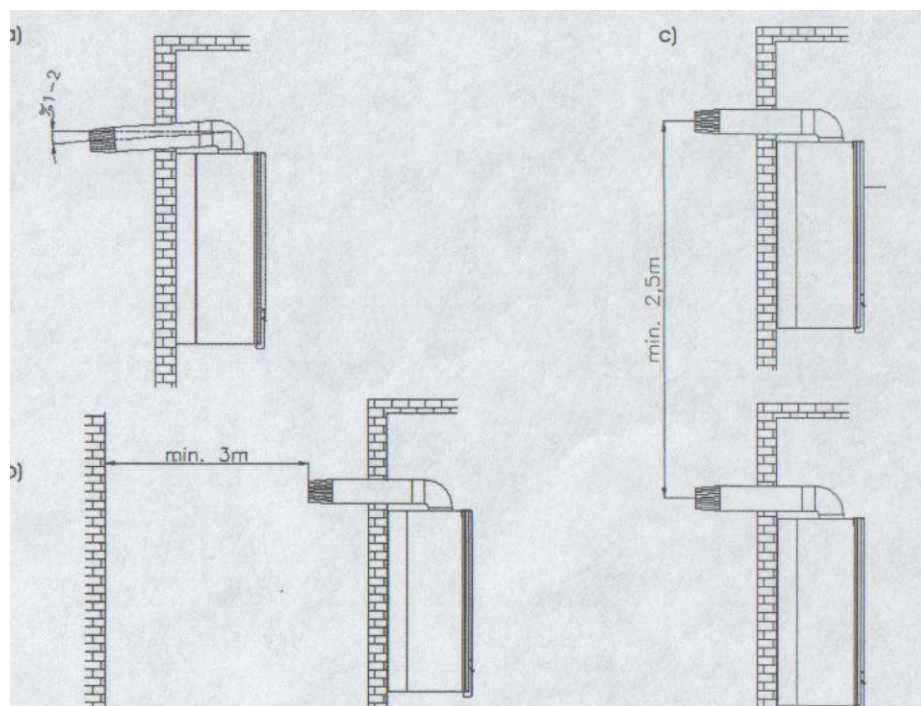

Рисунок 10
- В оборудовании типа С горизонтальные выходные концы, для предотвращения попадания дождевой воды в аппарат, должны монтироваться с наружной стороны с 1-2% наклоном вниз (Рис.10а).
- Расстояние от конца выхода вытяжки оборудования типа С прямо вверх должно быть минимум 2,5м. Кроме того, концы выходов выхлопных газов, должны находиться под окном на расстоянии 30 см вниз (Рис.10с).